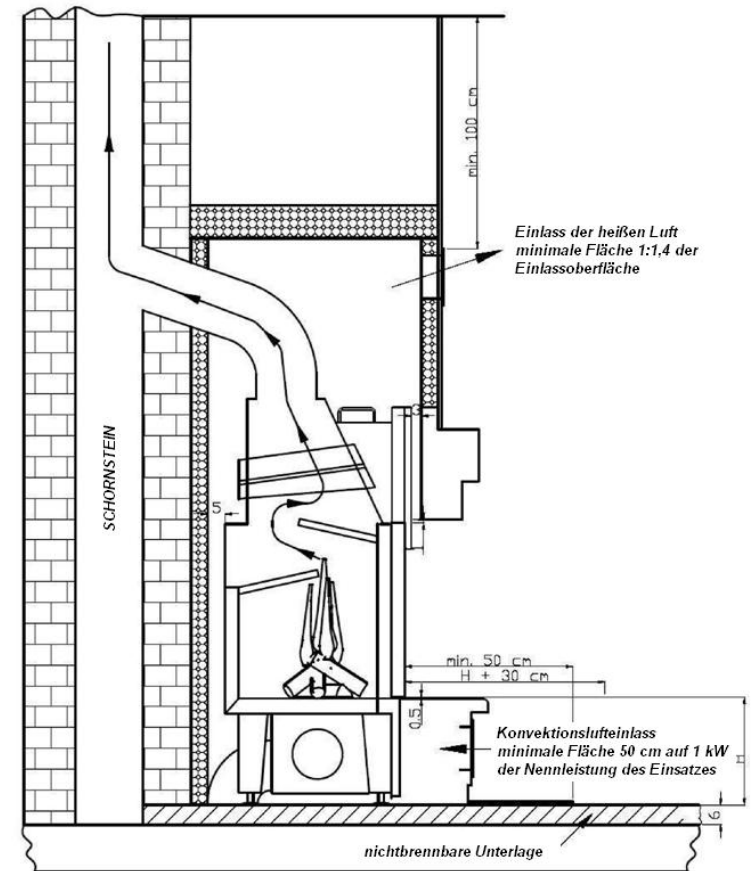

Abb. 1.3. Der Mindestraum um den Einsatz und um das Gehäuse
- beim Betrieb des Kamins in einem Kamingehäuse wird eine hohe Temperatur erzeugt, die bis zu  $600^\circ\text{C}$  reichen kann; um die Überhitzung von Einzelteilen des Kamineinsatzes und die Beschädigung des Kamingehäuses zu vermeiden, sollte ein minimaler Bewegungsabstand (Abb. 1.3) erhalten bleiben.